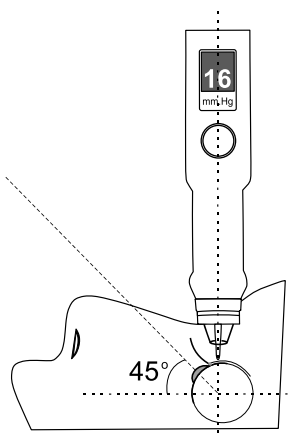

Рисунок 24
- **Перпендикулярность установки штока прибора к поверхности глаза.** Для достижения перпендикулярности установки необходимо совместить ось штока тонометра с геометрическим центром глазного яблока (рис. 24).